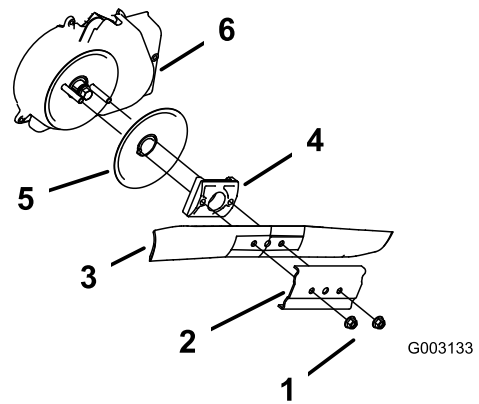

Figura 48
3. Retire las 2 tuercas de la cuchilla y el refuerzo (Figura 48).
4. Retire la cuchilla (Figura 48).
5. Retire el impulsor de la cuchilla y el disco protector del césped (Figura 48).
6. Retire el protector del sistema de frenado de la cuchilla (Figura 48).
10. Instale la cuchilla y el refuerzo con las 2 tuercas de la cuchilla que retiró anteriormente (Figura 48).